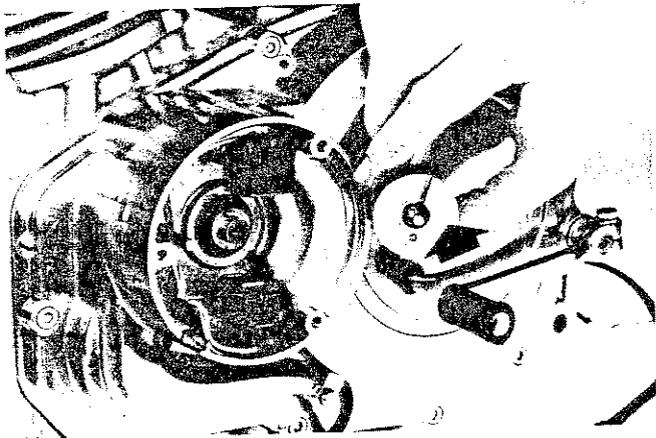

Fig. 177
- 5) Boccola magnetoconduttrice: è calettata all'estremità sinistra dell'albero motore su cui vi è un grano di posizionamento che si impegna in uno spacco della boccola stessa (Fig. 177).
- 5) Magnetic bush: it is fitted to crankshaft left end; a dowel pin locates the bush in correct position (Fig. 177).